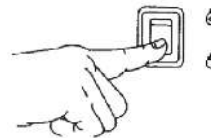

Рис. 12
2. Поверните выключатель зажигания в положение «STOP» (Рис. 12).